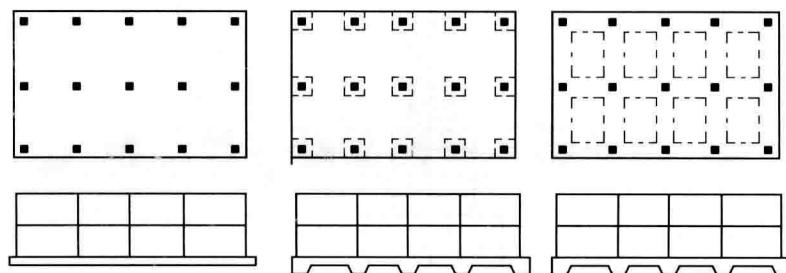

图 1-4 筏板基础图
实例 筏板基础图 (图 1-4)
- (1) 当地基软弱而荷载很大，且采用十字交叉基础也不能满足地基基础设计要求时，可采用筏板基础，即用钢筋混凝土做成连续整片的基础，俗称“满堂”，如图 1-4 所示。
- (2) 筏板基础由于基底面积大，故可减小基底压力至最小值，同时增大了基础的整体刚性。